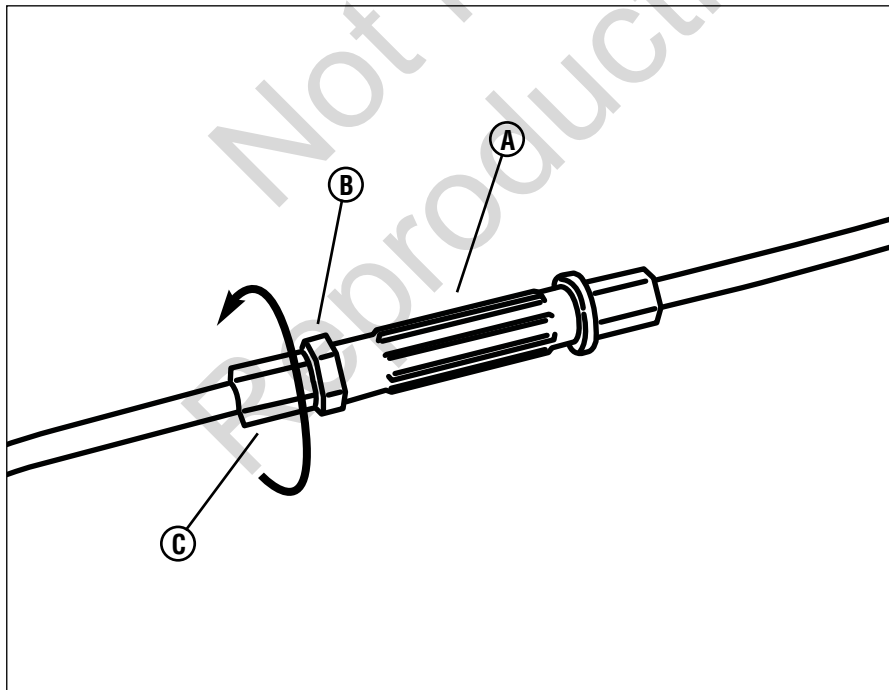

Figura 21: Ajuste del cable del sistema de tracción de las ruedas
1. Si el sistema de tracción se está deslizando, afloje la contratuerca (B, Figura 21) en la tensor de ajuste (A), y gire el casquillo (C) media (1/2) vuelta en la dirección mostrada. Pruebe el sistema de tracción y revise en cuanto al deslizamiento.